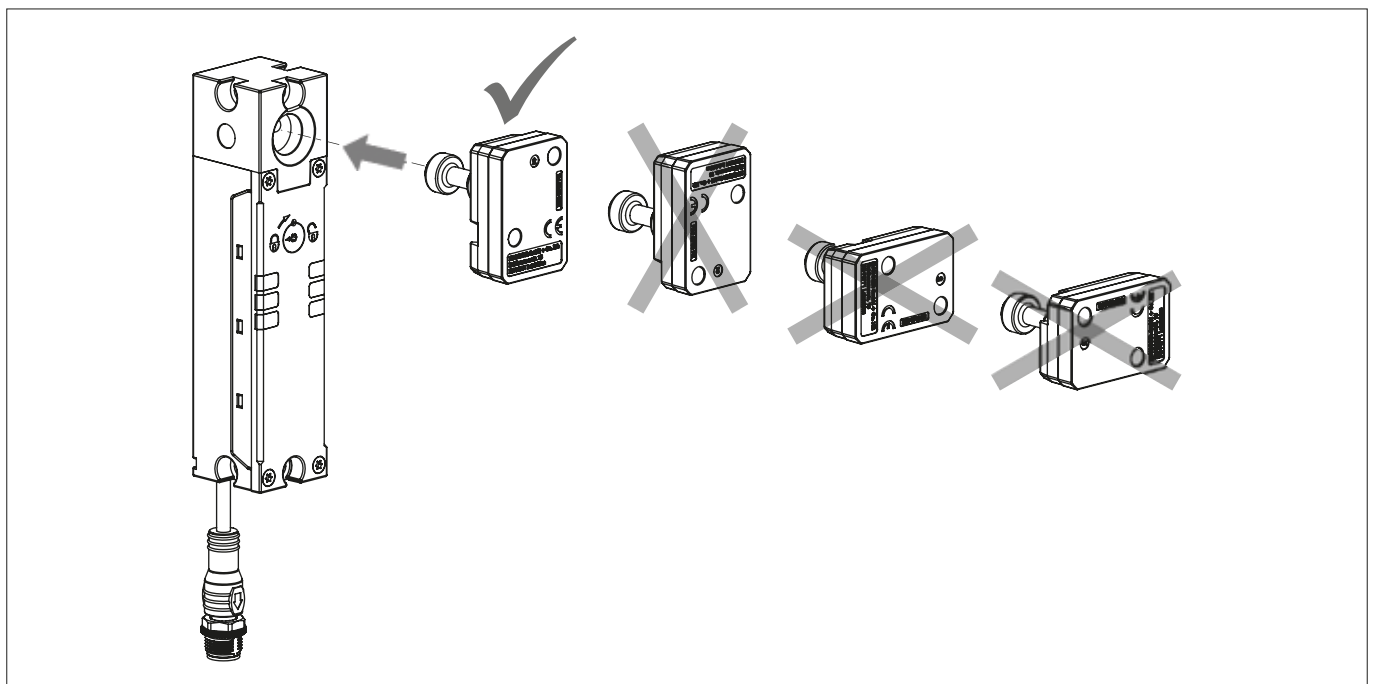

図 2: アクチュエーターの位置合わせ
- ▶ アクチュエーターと安全スイッチは、ガードを閉じたときにアクチュエーターがスwitchに垂直に完全に挿入されるよう取り付けてください (図 2 を参照)。正しく取り付けられていない場合、ガードロックの動作は保証されません。